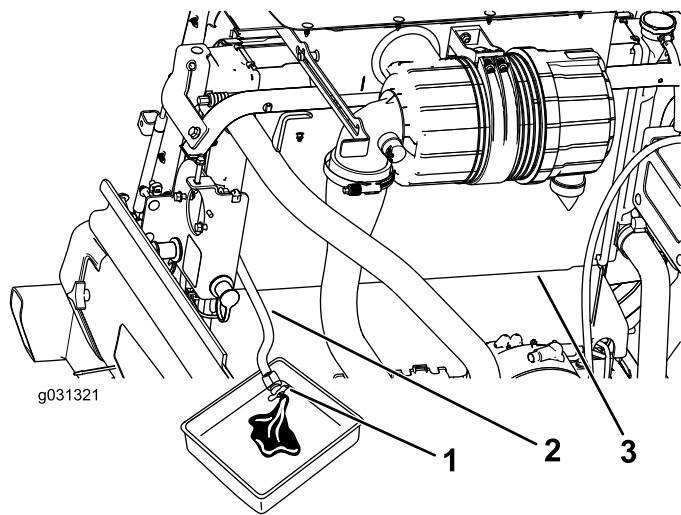

Bild 118
3. Legen Sie das Ende des Kühlerablassschlauchs in eine Auffangwanne und öffnen Sie das Ablassventil am Kühlerschlauch und lassen die Flüssigkeit in eine Auffangwanne ablaufen (**Bild 118**).
4. Schließen Sie das Ablassventil am Kühlerablassschlauchs (Bild 118).